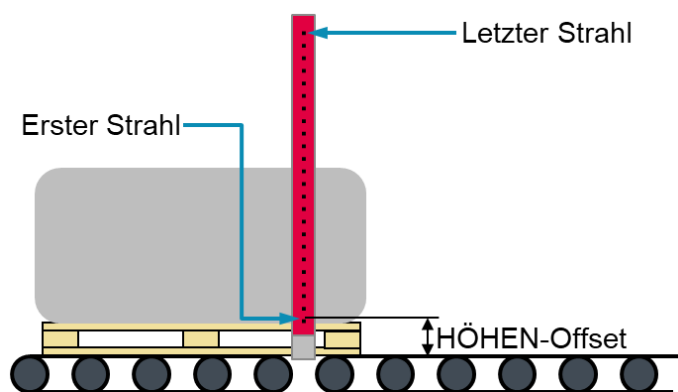

Abbildung 32: 1. Strahl HÖHEN-Lichtvorhang oberhalb des Fördermittels, Höhen-Offset = X mm
- ↳ Messen Sie den mechanischen Anstand zwischen Fördermittelebene und 1. Strahl des HÖHEN-Lichtvorhangs in Millimetern, siehe Abbildung 32.